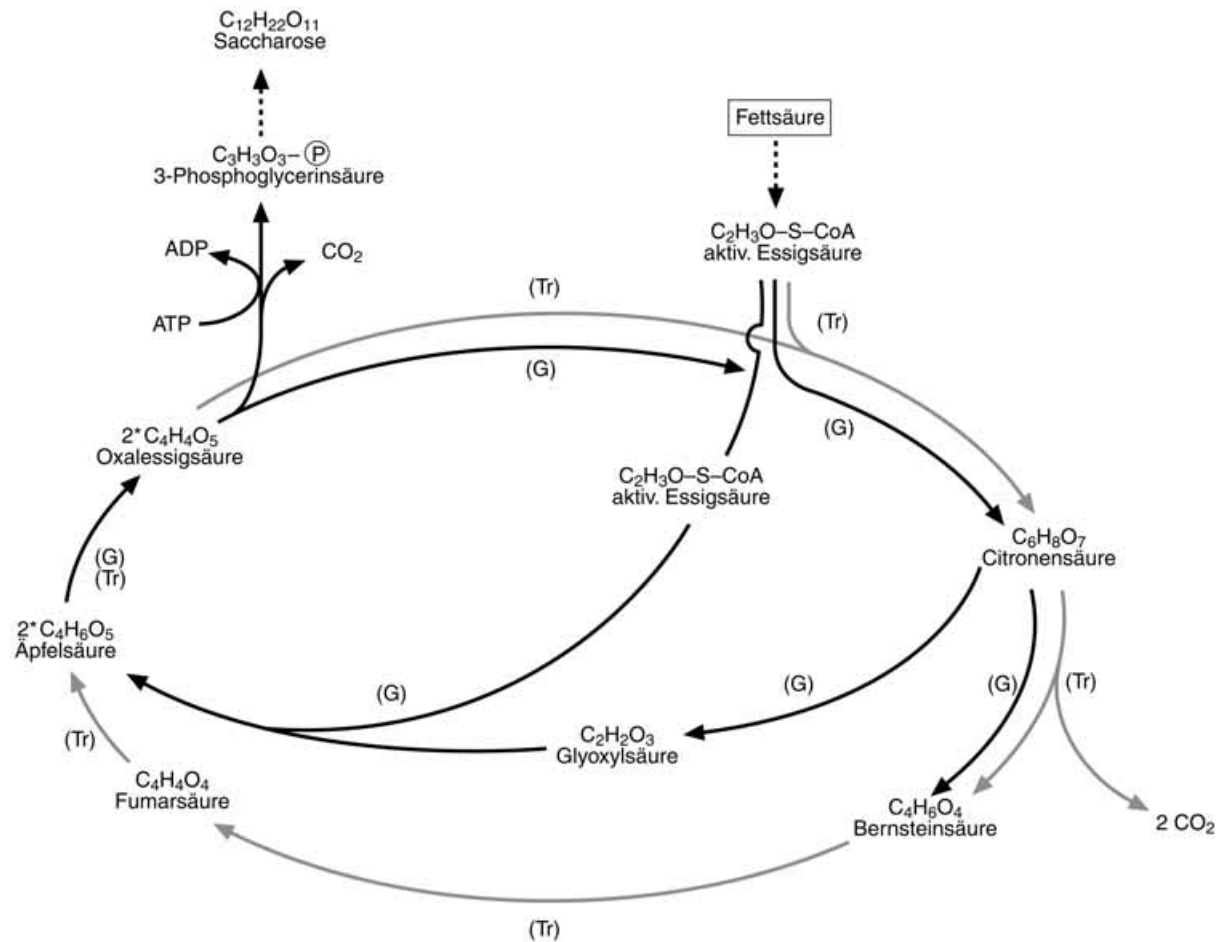

Abb. 1 Tricarbonsäurezyklus (Tr) und Glyoxylsäurezyklus (G) (2\* Oxalessigsäure nur im Glyoxylsäurezyklus)
Fette sind ein wesentlicher Bestandteil von Pflanzensamen. Vor allem bei der Keimung dienen sie als Energiequelle. Hauptsächliches Abbauprodukt der Fette ist dabei aktivierte Essigsäure. Abbildung 1 zeigt vereinfacht den Stoffwechselweg von den Fetten zu den Kohlenhydraten über den Glyoxylsäurezyklus. Die Reaktion von Citronensäure zu Glyoxylsäure wird durch das Enzym Lyase katalysiert. Das wasserlösliche Disaccharid *Saccharose* (Rohrzucker) ist die übliche Transportform von Zucker innerhalb der Pflanze.
1. Vergleichen Sie in Abbildung 1 den Tricarbonsäurezyklus mit dem Glyoxylsäurezyklus. Weshalb ist es für die Pflanze weniger sinnvoll, die Speicherfette über den Tricarbonsäurezyklus in Kohlenhydrate umzuwandeln?